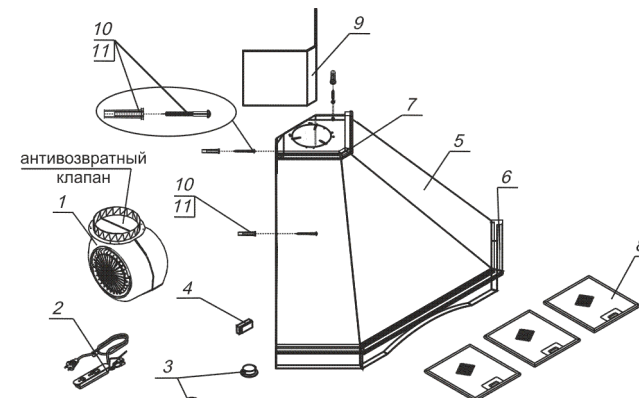

рис. 3
6.1 Прежде чем навесить кухонную вытяжку, необходимо верхнее деревянное обрамление (поз. 7, рис. 3) приклеить к корпусу вытяжки (поз. 5, рис. 3). Снимите защитную полосу с двухсторонней самоклеящейся ленты, которая наклеена на обрамлении, затем приклейте его к корпусу вытяжки.
- просверлите по шаблону четыре отверстия для установки дюбелей Ф8х40 и забейте их (рис.3, поз.10);